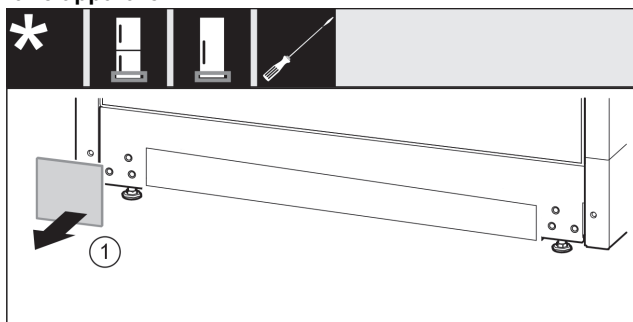

Fig. 11
- ▶ Ta av dekselet. Fig. 11 (1)